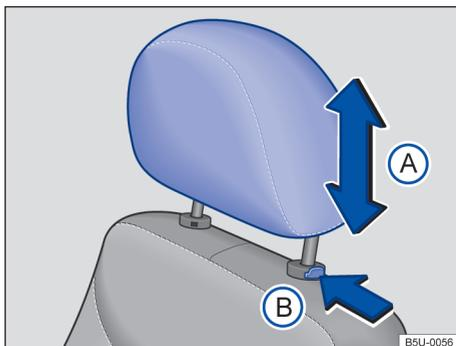

Fig. 60 Apoio para cabeça dianteiro: desinstalar.
- Pressionar o botão → Fig. 60 (B) no sentido da seta. Retirar o apoio para cabeça com a tecla pressionada.
- Empurrar o apoio para a cabeça totalmente para baixo com o botão → Fig. 60  pressionado.